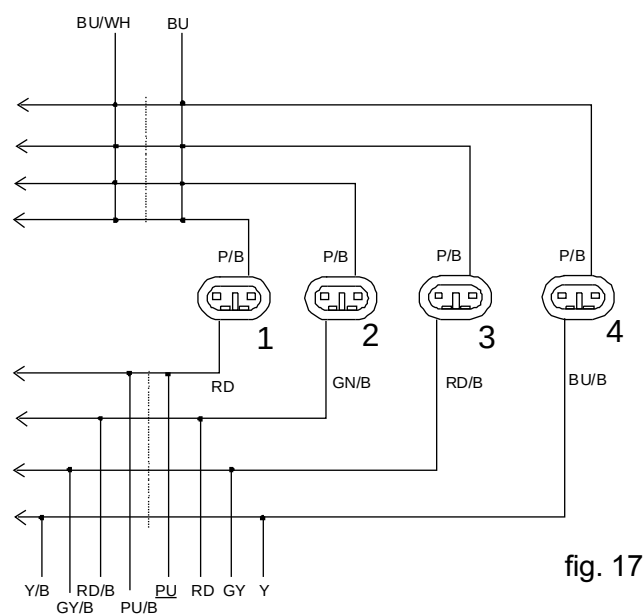

fig. 17
9. Injectoronderbreking. Onderbreek in de kabelbundel, vóór de 1e-injector, de 4 injectorvoedingsdraden (rose/zwart) naar cilinder 1, 2, 3 en 4. Neem de 4 draden samen. Sluit de blauwe draad aan richting injectoren en de blauw/witte draad richting ECU. Zie schema fig. 17.
10. Onderbreken injectorstuurdraden. Onderbreek in de kabelbundel, vóór de 1e-injector, de 4 massastuurdraden van cilinder 1, 2, 3 en 4 - (rood, groen/zwart, rood/zwart, blauw/zwart). Sluit de paarse draad aan richting cil.1 en de paars/zwarte draad richting ECU-cil.1. Sluit de overige enkelkleurige draden aan richting injectoren 2, 3 en 4 en de bijbehorende tweekleurige draden richting ECU - 2, 3 en 4. Zie schema fig.17.